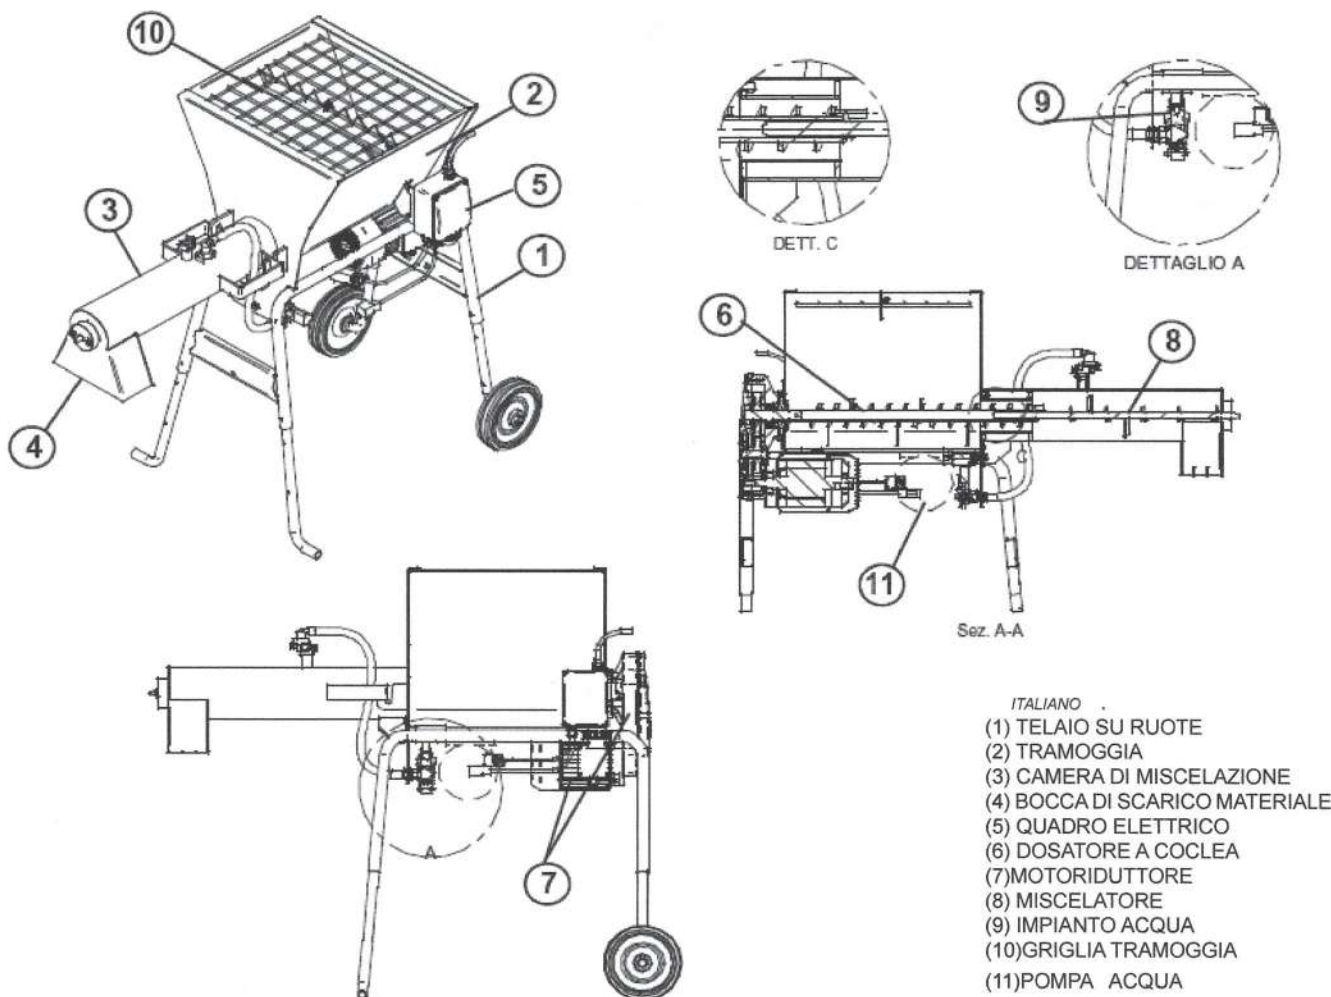

FIG.1
4.1 DESCRIZIONE MESCOLATORE (vedi fig.1)
7. SICUREZZA MECCANICA (vedi fig.1)